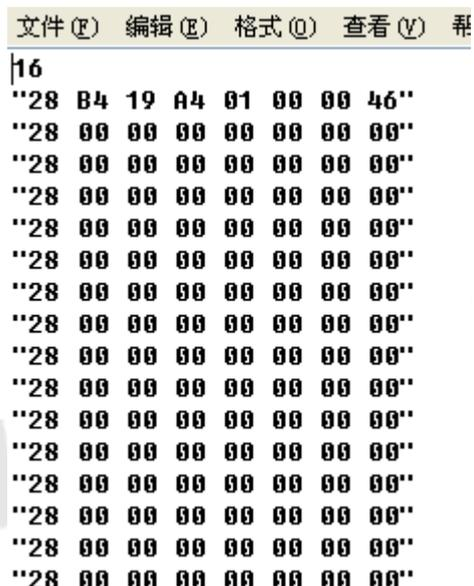

图 17
被读出的相应传感器的序列号可导出保存,如图 17 所示,传感器序列号在已被读出的显示的情况下点击“保存序列号”按钮,以文本文档格式进行保存即可。
1. 确保相应传感器序列号是以正确方式保存的。如图 17 所示为 16 个传感器传感器序列号的保存格式。